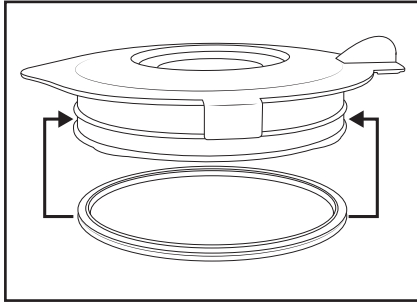

Fig. 3
- Nettoyez le bouchon doseur **1** et le couvercle **2** dans de l'eau additionnée d'un produit vaisselle doux. Pour le lavage à la main, vous pouvez retirer le joint caoutchouc couvercle **9**. Veillez à ce que le joint caoutchouc couvercle **9** soit à nouveau correctement positionné avant de réutiliser le couvercle **2** (fig. 3).